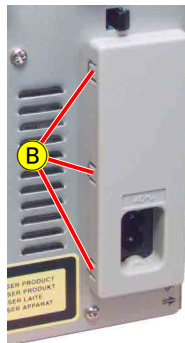

Fig. 3
- Netzbuchsenabdeckung ausrasten und abnehmen (B) (Fig. 3).
- Disengage the cover of the mains socket (B) (Fig. 3).